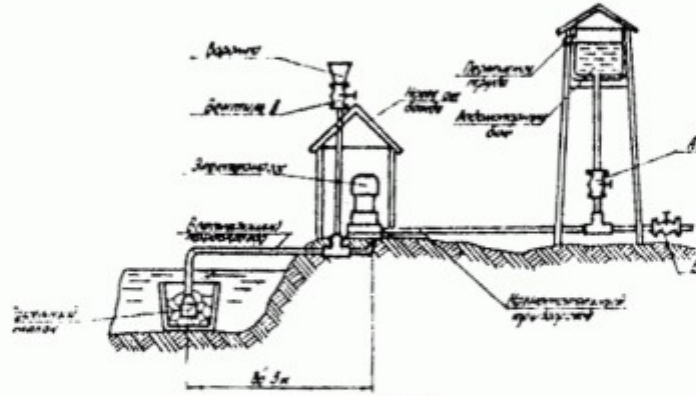

Рис. 8
Электронасос рассчитан на продолжительную работу. Предпочтительный расход воды  $0,4 \times 10^{-3} \text{ м}^3/\text{с}$  (24 литра в минуту). Расход воды можно регулировать вентилем или краном, который устанавливается на нагнетательном трубопроводе (рис. 8).
6.8. При перекачке воды из открытого водоема (рис. 8) электронасос необходимо максимально предохранять от загрязнения. Для этого приемный клапан необходимо поместить в ящик или корзину, обложить его мелким камнем или галькой диаметром не менее 5 мм, которые будут служить дополнительным фильтром.